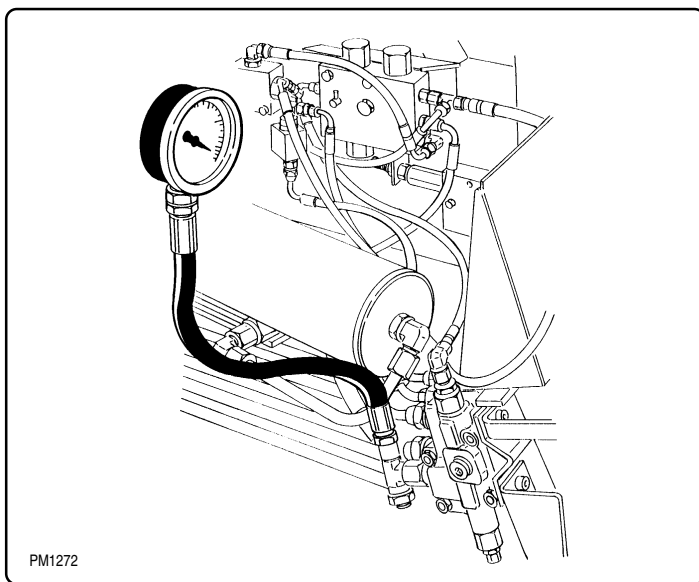

fig. 8.5.10
8.5.14 -Controllo delle pressioni d'esercizio (fig. 8.5.10)
8.5.14 -Checking the operating pressure (fig. 8.5.10)